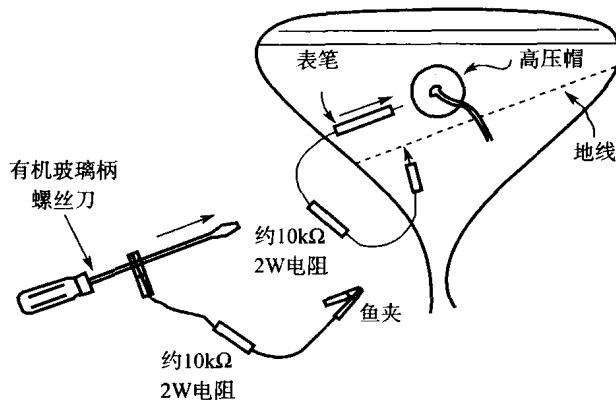

图 1.8 高压放电的操作方法
(1) 限制大电流放电。如直接用导线放电, 会“啪”的一声出现一只大的火花, 其峰值电流很大, 可能会损害显像管本身。为此应通过一只  $10\text{k}\Omega$ 、 $2\text{W}$  左右的金属膜电阻进行弱火花放电。
(2) 放电接地点可直接接在彩管锥体外面紧贴着的金属编织线 (地线), 而不可接在高频头、散热片、屏蔽罩等电路板上的接地点, 防止高压脉冲损坏集成电路等器件。
(3) 操作者要单手操作, 防止电击。如图 1.8 所示是高压放电的操作方法。仔细放电后, 再拔掉视放板 (彩管座), 从管脚处进行测试。